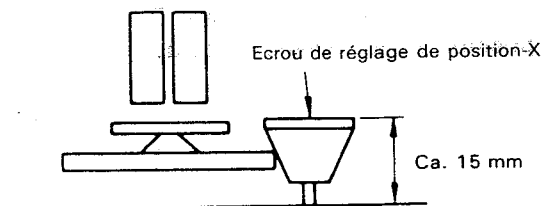

Figure 1-22.
- La position X est ajustée après le train d'entraînement de la bande. Amener le bouton d'alignement à la position "prérégulée", tourner l'écrou de réglage de la position X à l'aide du tournevis à lame spéciale (voir Fig. 1-22) pour l'enveloppe basse de l'impulsion maximum de commutation et ajuster alors la position de la tête A/C. Situer le point de commutation dans une plage de $6,5 \pm 0,5$ H après l'ajustement de la position X. Vérifier l'enveloppe qui doit être aussi plate que possible et le son par l'auto-enregistrement.